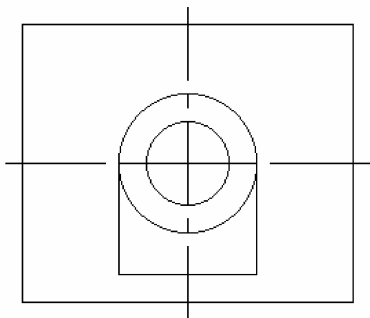

图 2-76 绘制同心圆
3) 绘制同心圆。单击圆按钮 ，在弹出的立即菜单中选择【圆心_半径】、【直径】和【无中心线】选项，拾取矩形中心为圆心，输入“25”，按回车键，输入“15”，按键，操作结果如图 2-76 所示。